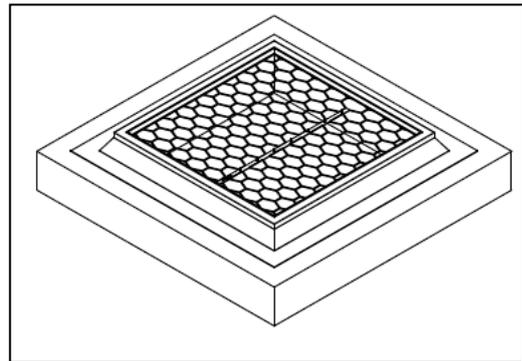

Bild 2
2. Sie können für sich allein oder mit dem Lichtkuppelaufsetzkranz zusammen befestigt werden. Bei großen Lichtkuppeln (NG > 135) sind die Gitter zweiteilig ausgeführt (**Bild 2**). Diese müssen vor dem Einbau mit den beiliegenden Schrauben M6 x 20 verschraubt werden. Die Anzahl der Verschraubungen wird durch die Bohrungen im Gitter vorgegeben.